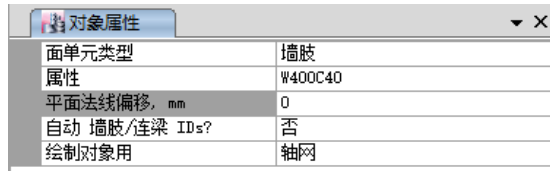

图 4-7 对象属性对话框
- 1) 在图 4-7 所示的对话框中，**属性**栏选择 **W300C40**
- 1) 在图 4-7 所示的对话框中，属性栏选择 **W200C40**